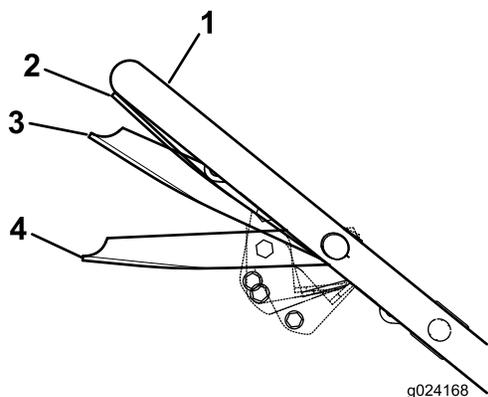

Figure 15
- Maintenez la barre de commande de la lame à la position Marche/changement à environ 2,5 cm (1 po) sous le guidon (Figure 15).